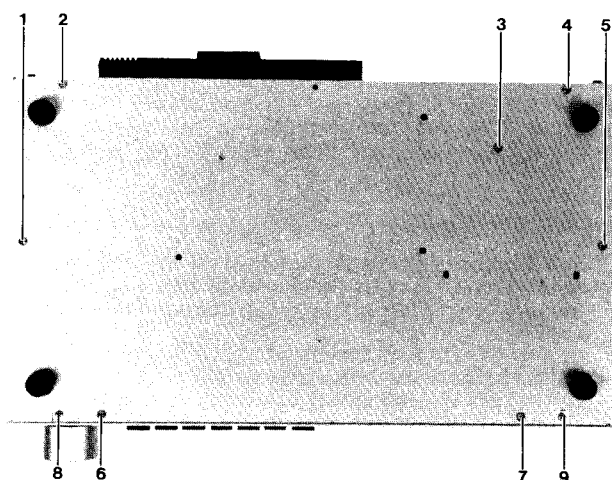
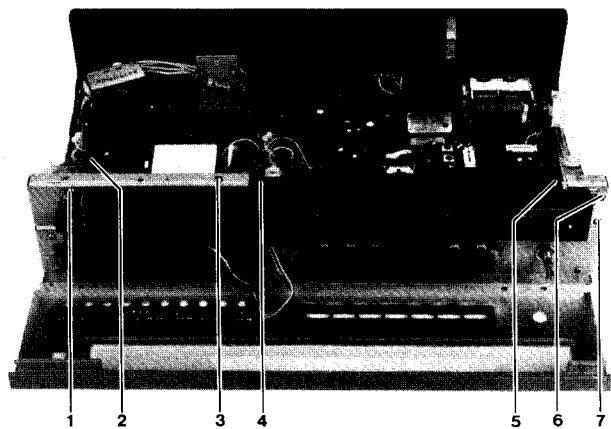
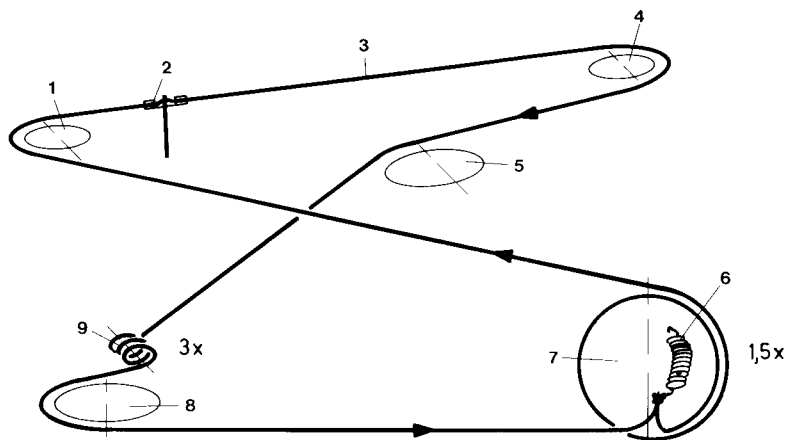

Fig. 1
Fig. 2
Fig. 3
- a) Die sechs Schrauben der Frontplatte entfernen (zwei an der Oberseite und vier an der Unterseite 6–9, Fig. 1).
- a) Die Schrauben 1–7, Fig. 1 entfernen.
- b) Die Schrauben 1–3, Fig. 2 entfernen.
- b) Die Schrauben 4–7, Fig. 2 entfernen und die Skalenblende abnehmen.
- b) Skalenseil gemäß Fig. 3 auflegen.
- a) Remove the six screws of the front panel (two on upper side and four at the bottom, 6–9, Fig. 1).
- a) Remove screws 1–7, Fig. 1.
- a) Disassemble the tuner in accordance with item 1 and 2.
- b) Remove screws 1–3, Fig. 2.
- b) Remove screws 4–7, Fig. 2 and take away the dial mask.
- b) Mount dial cord in accordance with Fig. 3.